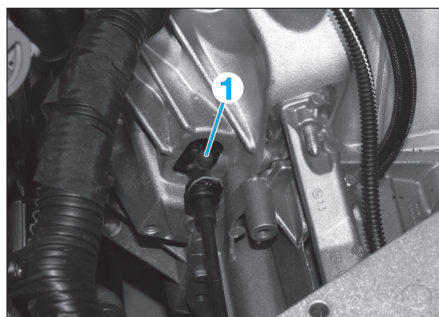

Fig. 7
- Déposer le bouchon de purge (1) (Fig.7).
- Reposer le bouchon de purge (1).